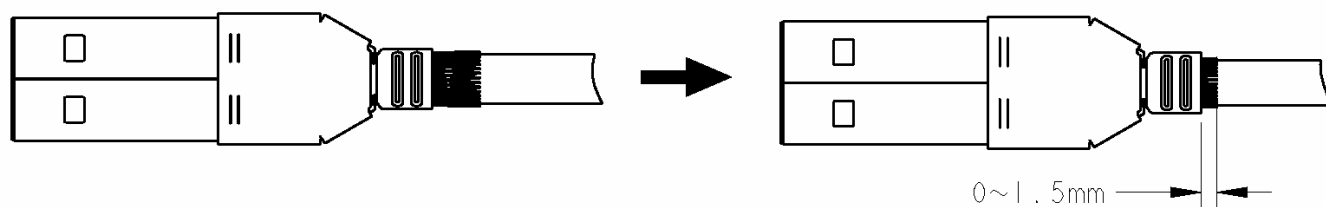

Fig. 7
7) シェルバレル端部よりはみ出して余った編組シールド（ドレンワイヤー含む）をFig.7示す寸法に従って整えます。この時、コネクタキット構成部品及びケーブルに傷をつけない様に注意して下さい。もし、製品機能を損なう傷等がこれらの部品についてた場合は、新しい部品に交換してやり直して下さい。
7) Straighten projecting braid shield (included drain wire) from the edge of barrel. At that time, Refer to Fig.7. At this time, do not damage component parts of connector kit and cable. Exchange for new parts, and do over again if they are damaged that product function is ruined.